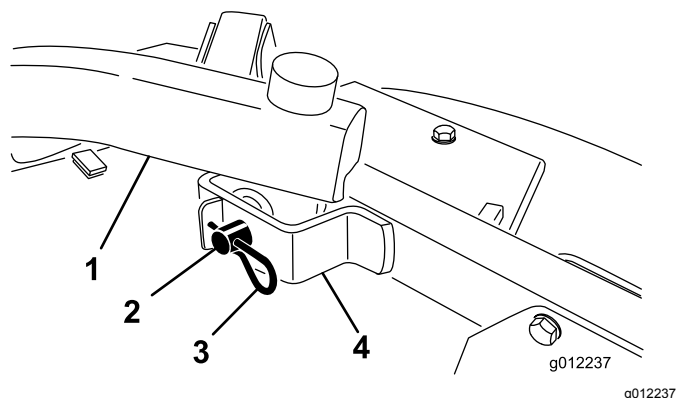

Figura 22
4. Rimuovete le coppiglie a forcina e i perni con testa che fissano i bracci di sollevamento alle staffe dei bracci delle ruote orientabili (Figura 22).